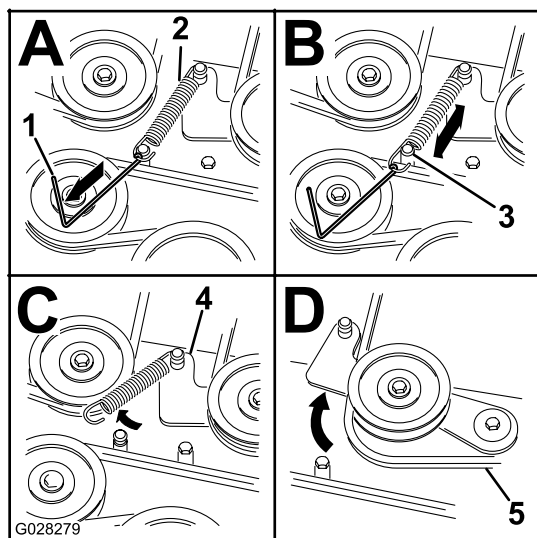

Figura 62
8. Rimuovete la tensione della molla dalla puleggia di rinvio caricata a molla. Vedere Figura 62.
molla dal montante del piatto di taglio (Figura 62).